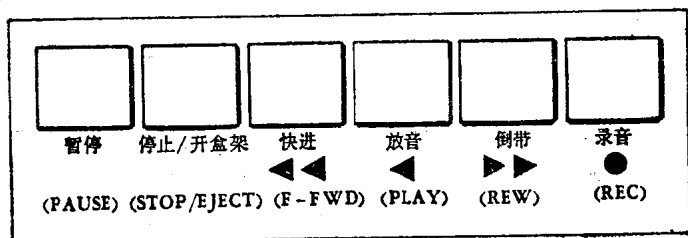

图1-12 单录机的主要按钮
(1) 暂停(PAUSE): 在录音和放音过程中,需要暂停时,可掀此按钮。这时录音机电源未断开,录音机仍处于工作状态,只是磁带不走。再掀此按钮使其复位,磁带又随即运转。
(2) 停止/开盒架(STOP/EJECT): 录音或放音完毕,掀此按钮,电源被切断,录音机不工作。再掀此按钮,则录音机的磁带盒架自动打开一定角度,可取出或放入磁带盒。
(3) 快进(F-FWD): 快进常用两个黑三角◀◀*表示(图1-12)。黑三角的方向与放音的黑三角相同。在放音过程中,如需跳过一段节目听后面节目时,可先掀下停止/开盒架按钮,使磁带停走,再掀下此按钮时则磁带快速向前卷。
(4) 放音(PLAY): 常用一个黑三角▶表示(图1-12),
(5) 倒带(REW): 常用两个与放音相反方向的黑三角▶▶表示(图 1-12)。当听完一段节目还须重听时, 可先揪下停止/开盒架按钮, 使磁带停走, 再揪下倒带按钮, 则磁带将被快速回卷。盘式录音机使用完毕后, 须把磁带卷回原磁带盘, 揪下倒带按钮, 则磁带将被快速卷回原磁带盘。
(6) 录音(REC): 录音按钮常用红色标志。录音时, 大多数录音机需同时揪下放音和录音两按钮, 否则不能录音。